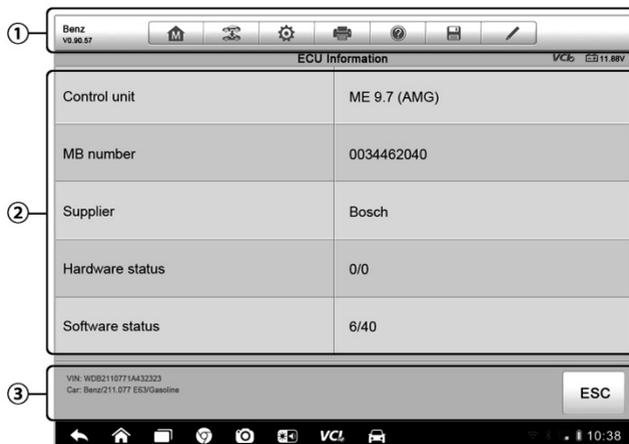

Figura 4-9 Ejemplo de Pantalla de Información de ECU
- Toque el botón  a la derecha del elemento del sistema, en el cual desea realizar otro diagnóstico y otras actividades de prueba. Una pantalla de Menú de Función (Figura 4-9) aparecerá después.